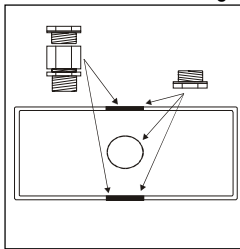

Abb.1
- 6 Öffnen Sie die Kabeleingängslöcher in den Kunststoff- und Metallkästen durch Ausbrechen der vorgesehenen Sollbruchstellen (siehe Abb. 1).